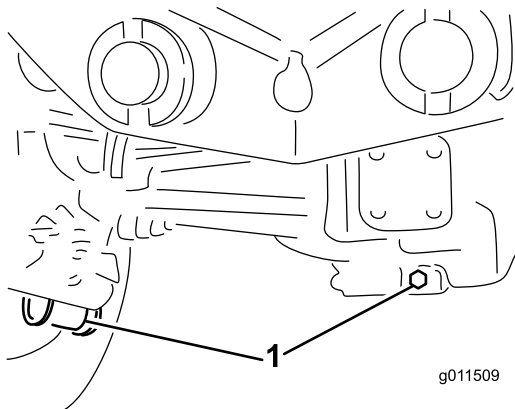

Figura 96
2. Limpie la zona alrededor de los tres tapones de vaciado, uno en cada extremo y uno en el centro (Figura 96).